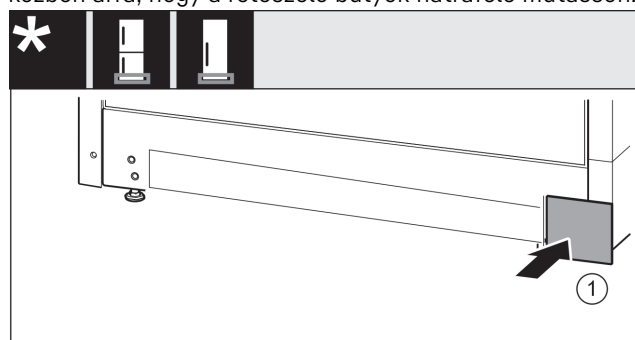

Fig. 18
- ▶ Tegye vissza a fedelet Fig. 18 (1) a másik oldalra.